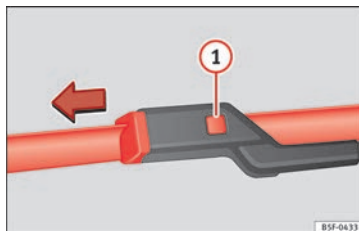

Fig. 79 Substituição das escovas do limpa para-brisas.
- Mantenha pressionado o botão de desbloqueio » » Fig. 79 ① puxando ligeiramente pela escova no sentido da seta.